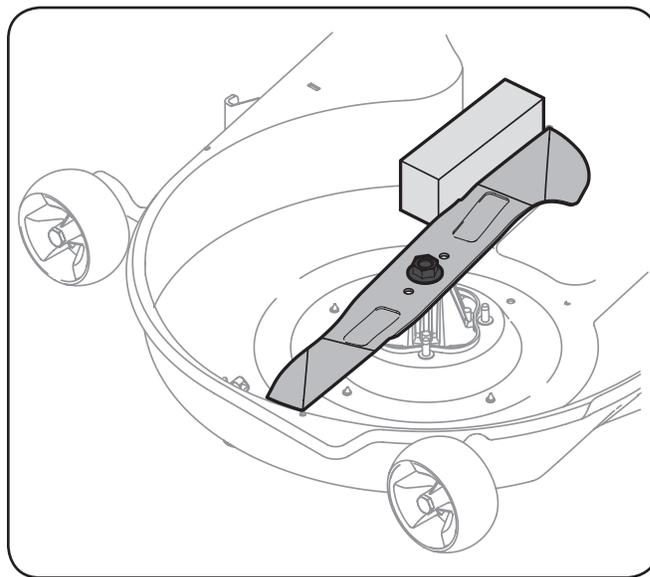

Figura 1-2
3. Establezca una de las cuchillas de corte con una herramienta de bloqueo de cuchillas o un bloque de madera. Consulte la Figura 1-2.